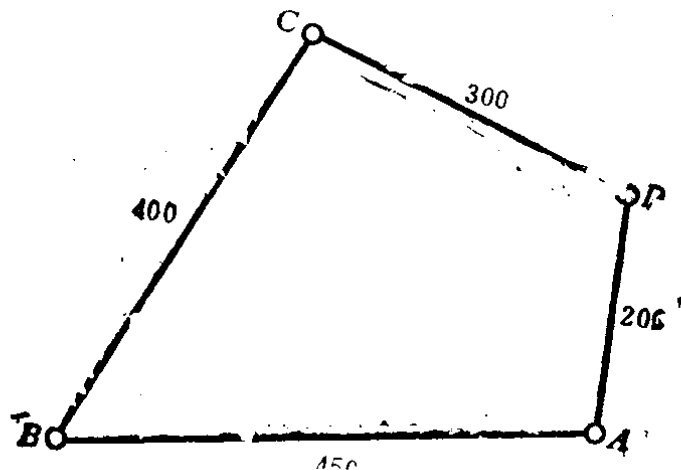

图 1-2
6. 如图 1-2 所示的四杆机构，试问以哪个杆作为机架可以得到曲柄摇杆机构？如果以 BC 杆作为机架，则会得到什么机构？如果以 AD 杆作为机架，则会得到什么机构？